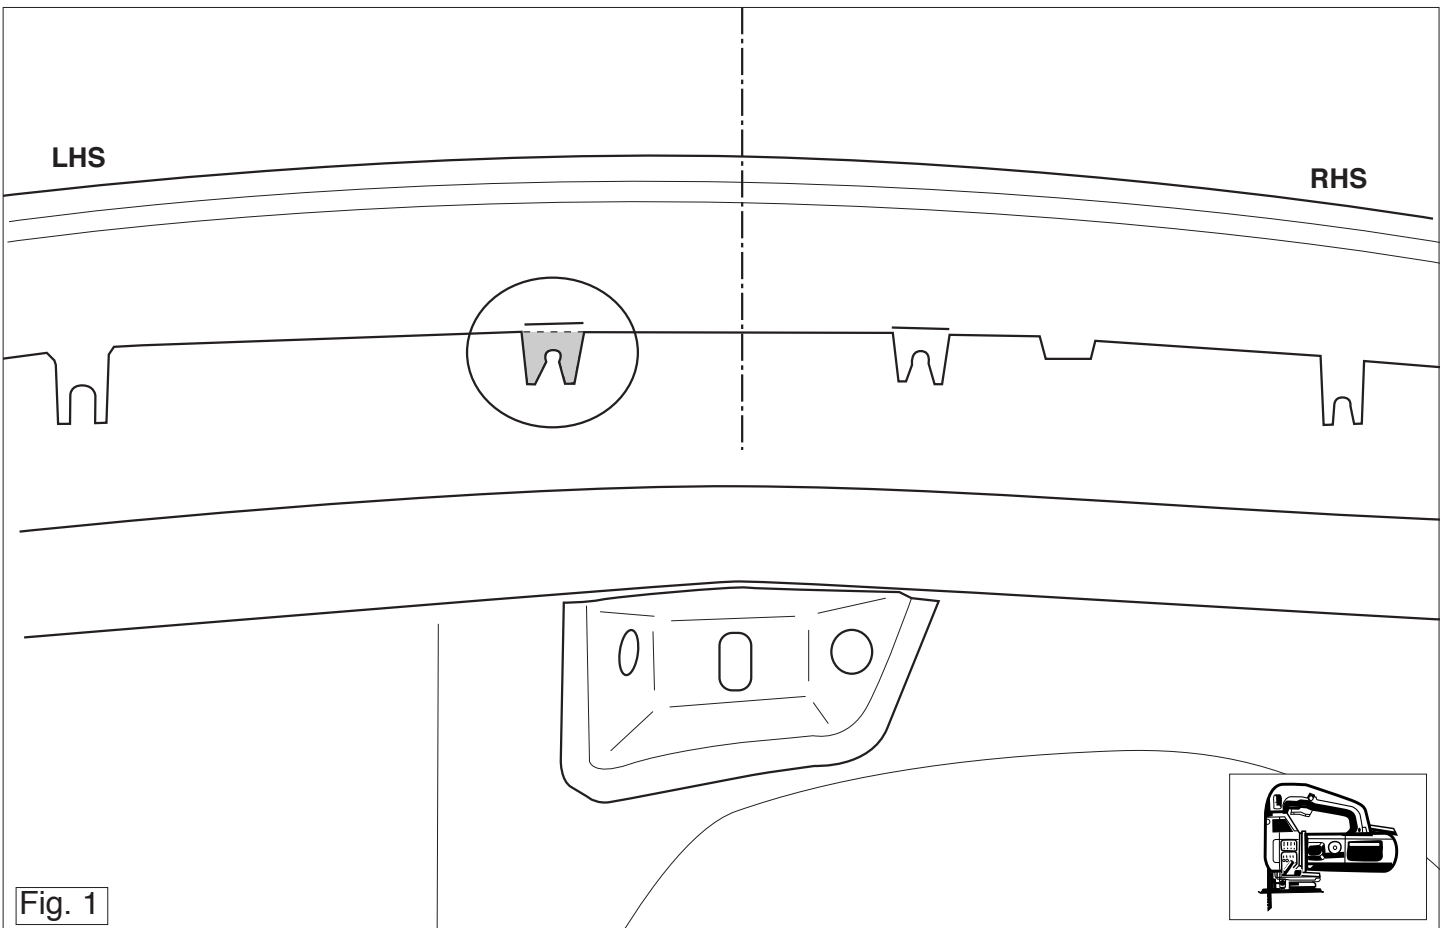

Fig. 1
4. Zaag het aangegeven deel af (zie fig. 1).
5. Plaats zijplaat (L) / (R) t.p.v. de punten **A**.
4. Saw off the part indicated (see fig. 1).
5. Position sideplate (L) / (R) at points **A**.
4. Wywiercić zaznaczony odcinek (patrz rys.1).
5. Umieścić płytę boczną (L) / (P) w punktach **A**.
4. Scier le morceau indiqué (voir la figure 1).
5. Placer la plaque latérale (G) / (D) à l'emplacement des points **A**.
4. Den angegebenen Teil absägen (siehe Abb. 1).
5. Die Seitenwand (L) / (R) bei den Punkten **A** anlegen.
4. Såga bort den indikerade delen (se fig. 1).
5. Placera sidoplattan (L) / (R) vid punkterna **A**.